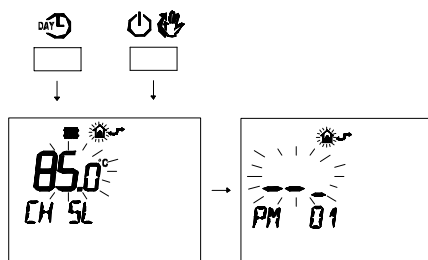

Figura 8.5
- Premere contemporaneamente i pulsanti **DAY** e **ON/OFF** per entrare nella programmazione trasparente (Figura 8.5).